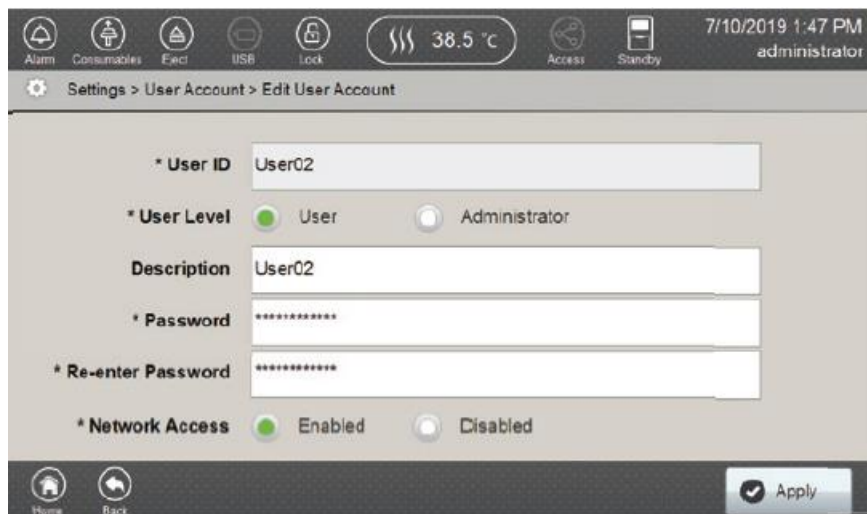

図 167 Edit User Account 画面
3. リストから user account を選択し、フッターの **Edit** ボタンを押して、Edit User Account 画面を開いてください。(図 167)